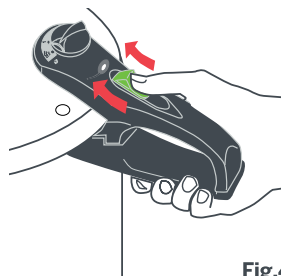

Fig.4
4. Después de haber liberado la presión cuando el indicador de presión haya descendido, desplace el botón de apertura hacia delante (Fig. 4). Sostenga el asa de la olla con la mano izquierda y deslice la tapa hacia la derecha con su mano derecha. Aunque ya se haya liberado toda la presión, nunca abra la olla hacia su cara, ya que puede haber vapor muy caliente en el interior. Para evitar el riesgo de quemaduras, deje que las gotas de agua condensada caigan de la tapa a la olla.